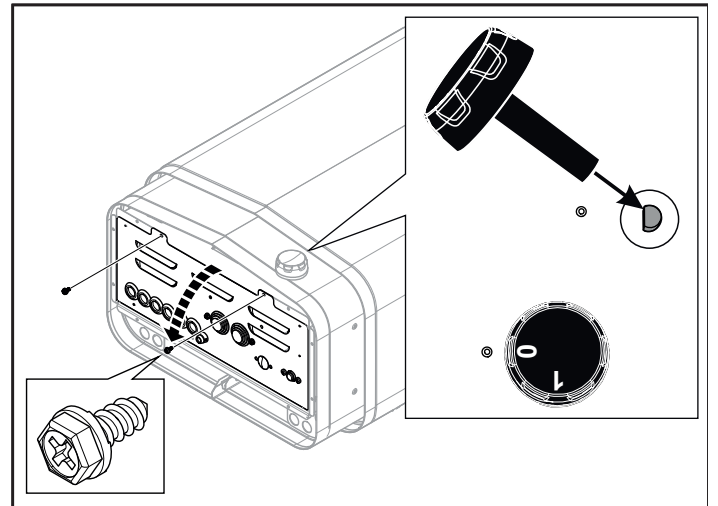

Fig 8: Öppna/stänga luckan
1. Lägg aggregatet med fronten upp. Montera vredet (se Fig 8).
2. Lossa skruvarna och öppna luckan (se Fig 8).
7. Stäng luckan och skruva i skruvarna (se Fig 8).